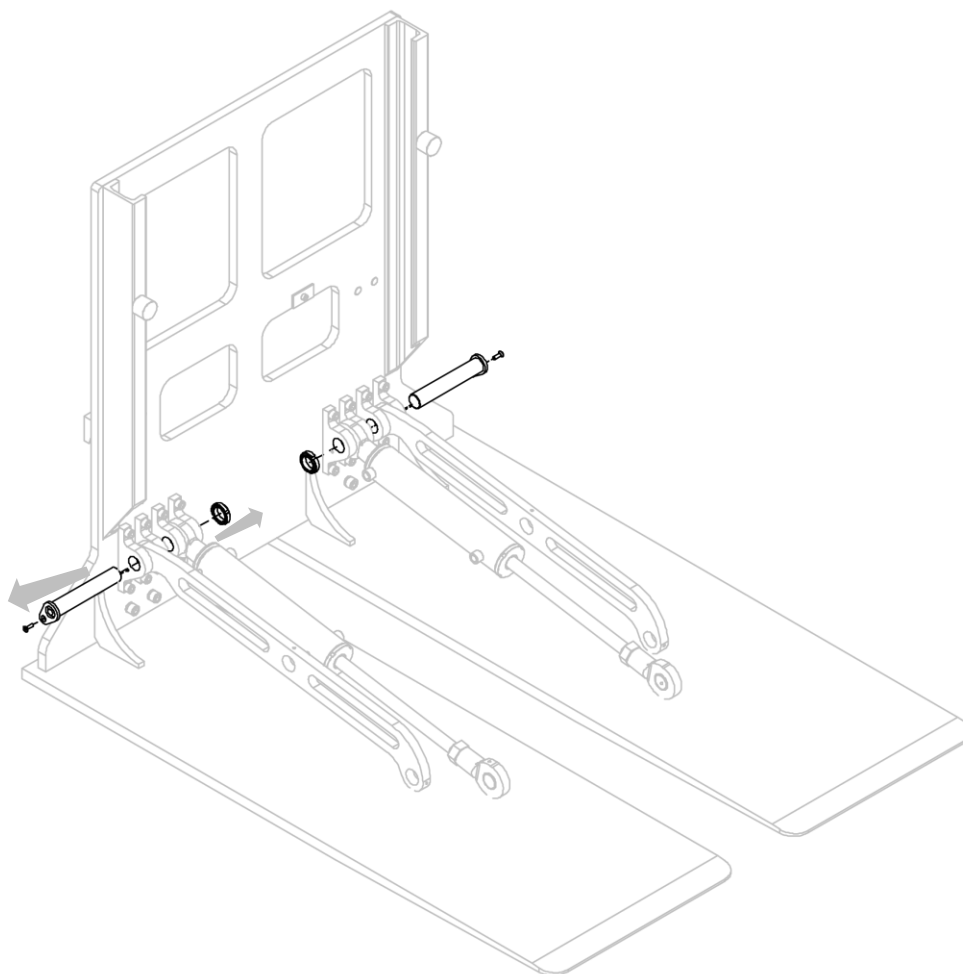

Figura 26
3. Rimuovere i perni che vincolano i cilindri (e i bracci rimanenti) ai supporti bullonati (vedi *Figura 26*).